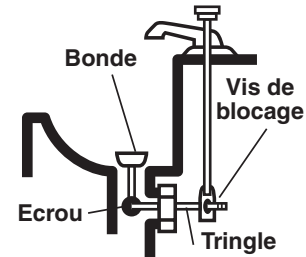

Figure 4
- En présence d'une bonde d'évier, il sera nécessaire de retirer la bonde et sa tige filetée (Figure 4). N'oubliez pas de placer un récipient sous le siphon ou dégorgeur pour récupérer les fuites d'eau éventuelles.